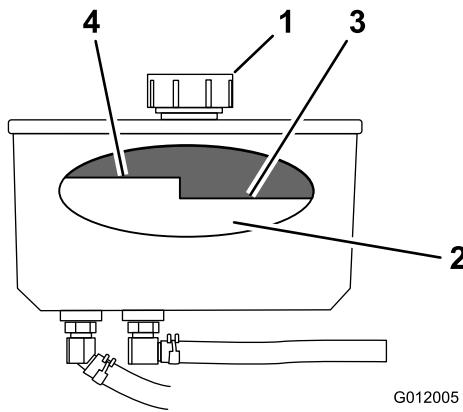

Figure 72
4. Nettoyez la surface autour du bouchon et du goulot de remplissage du réservoir hydraulique (Figure 72).
5. Enlevez le bouchon du goulot de remplissage (Figure 72).
Remarque: Lorsque l'huile est chaude, le niveau doit être en dessous du repère « à chaud » sur le déflecteur (Figure 72).